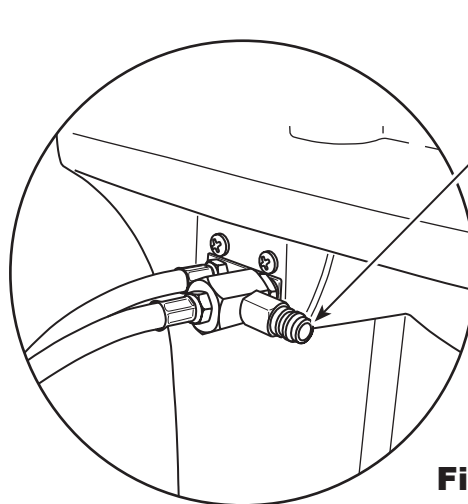

Figure 31
1. Avec la machine toujours connectée au véhicule et avec les coupleurs ouverts, connectez le coupleur côté basse pression (bleu) depuis la machine 25700 vers l'orifice de récupération du contaminant à l'arrière de la machine. Reportez-vous à la Figure 31. Ouvrez les vannes du coupleur.